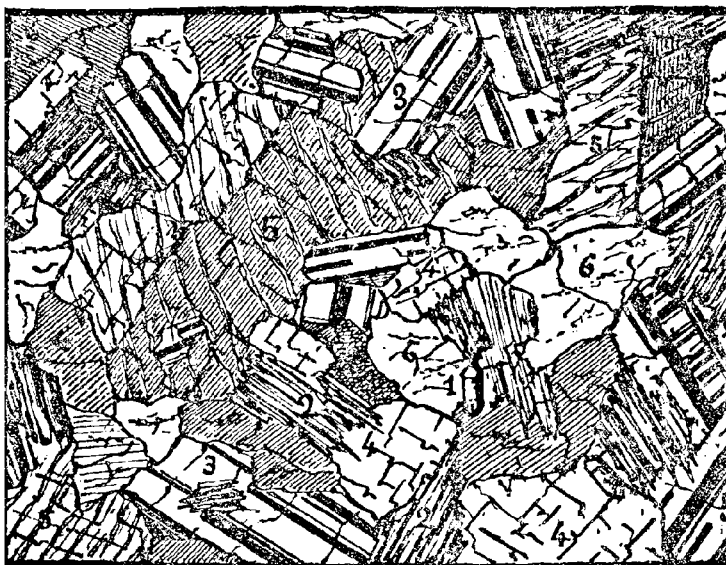

Fig. 64. Granit, lame mince, vue au microscope.
**Propriétés.** — Formé de trois éléments siliceux, le quartz, le mica et le feldspath (fig. 64). Comme les deux derniers corps ont des couleurs variables, il en résulte que le granit peut être coloré de diverses nuances. On en trouve de gris, de vert, de rouge et de noir, mais toujours on peut y distinguer les divers cristaux.